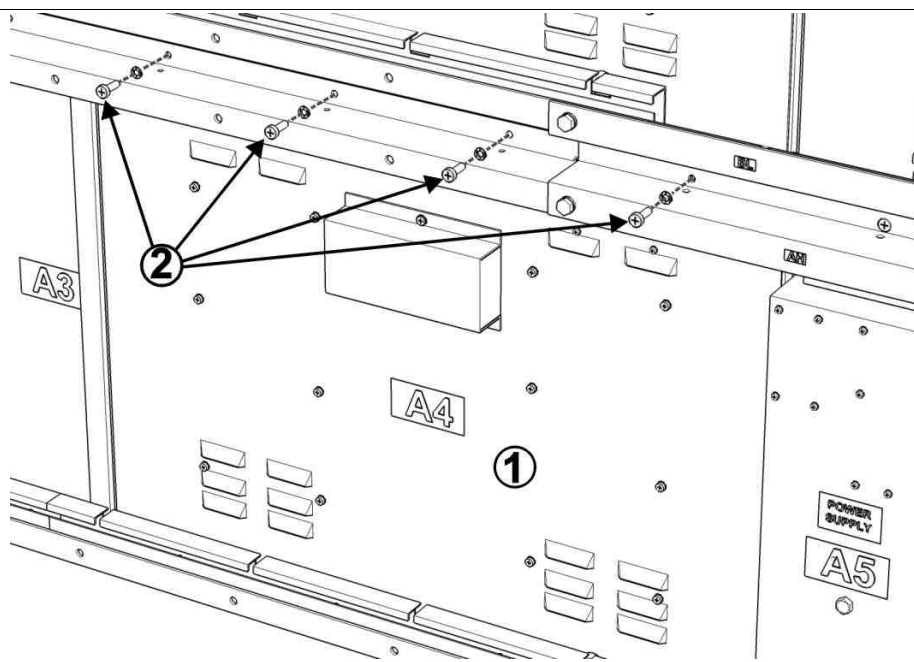

Fig. 20: Vis supérieures pour la fixation du module
- a) au verso, dévissez les vis de fixation supérieures utilisées pour fixer le module au profil horizontal (Fig. 20),